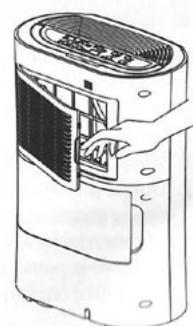

fig. 7
3. Fjern innløpsgitteret (6) og kulfILTERpatronen (13) (fig. 7). Støv risten (6) med en myk børste, vask den i vann med et vaskemiddel og skyll og tørk. Risten må være helt ren. Ved vedvarende skitt, gjenta rengjøringsprosessen. Støv av patron med en myk børste, men ikke vask den. Skift ut filtrene etter rengjøring. Filtre bør rengjøres en gang hver 2-3 uke. Hvis mekanisk skade er funnet, skift ut filtrene.